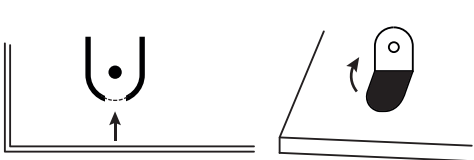

Рис. 4
- 6.1. Для подвесного монтажа следует использовать отгибющиеся установочные уши на задней поверхности панели. (Рис.4.) Присоединение питания аналогично предыдущим пунктам.
6.1. Для підвісного монтажу слід використовувати відгинаються настановні вушка на задній поверхні панелі. (Рис.4.) Приєднання харчування аналогічно попереднім пунктам.